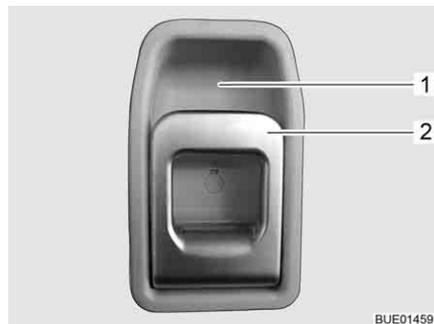

Fig. 40 Cerradura de la puerta de entrada, en el interior
- Tirar del tirador (Fig. 40,2). Se desbloqueó la cerradura de la puerta.
- Presionar la parte superior del tirador (Fig. 40,2) hacia el alojamiento del tirador (Fig. 40,1).